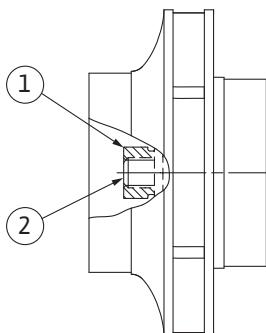

Fig. 107: Правилно положение на гайката на работното колело след монтажа
8. С гаечен ключ (оптимален размер на ключа 22 mm) фиксирайте вала и затегнете гайката на работното колело със зададения момент на затягане (виж таблица „Моменти на затягане“ [► 31]). Гайката (Fig. 107, poz. 1) трябва да лежи около $\pm 0,5$ mm в една и съща равнина с края на вала (Fig. 107, poz. 2). Ако случаят не е такъв, развийте гайката и повторете стъпки на действие 4 ... 8.